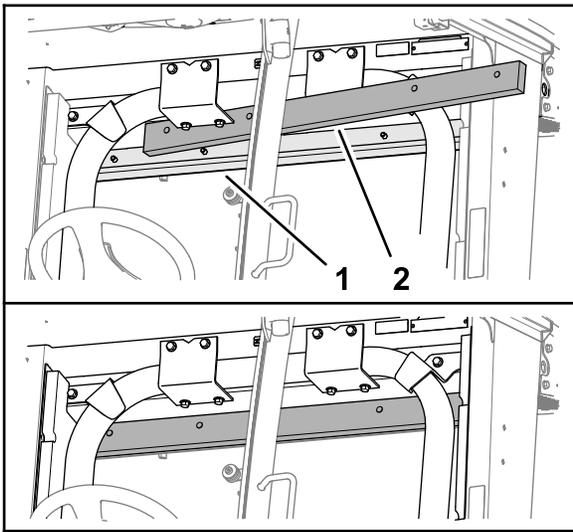

Bild 30
- Entfernen Sie die Trägerfolie und bringen Sie die untere Dämmung der Decke über dem hinteren Kabinenfenster an (Bild 30).